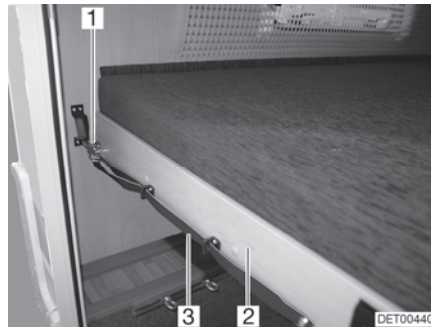

Bild 116 Våningssäng (bak)
- Dra i bandet (Bild 116,3) och lossa spärren (Bild 116,1).
- Dra fram ribbotten (Bild 116,2) med madrassen så att den hakar i.